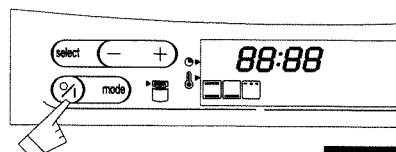

Fig. 1
1. Appuyez sur la touche  (fig. 1). Toutes les fonctions s'affichent et clignotent.